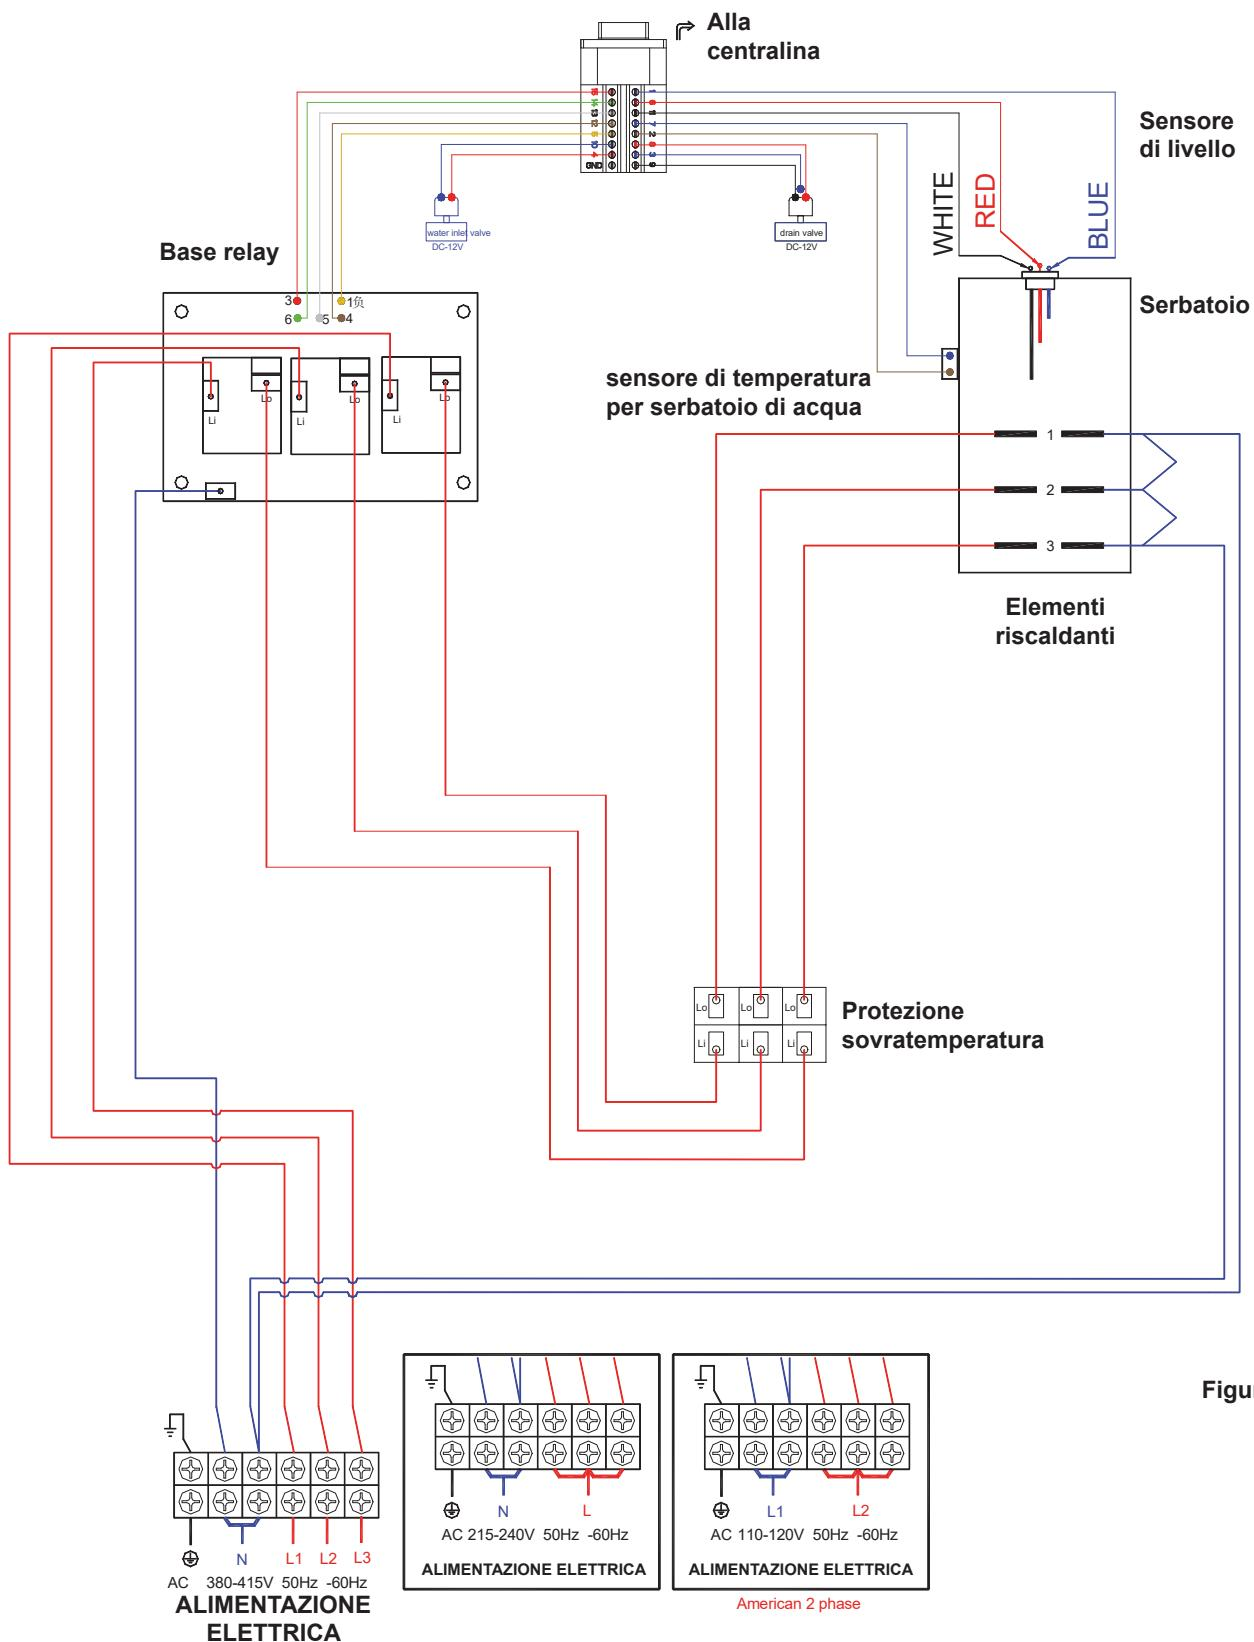

Figura 2
- Un interruttore di massima temperatura 120°C a riammo manuale è installato nel generatore di vapore come protezione contro il surriscaldamento. Se la temperatura nel serbatoio interno supera accidentalmente i 120°C, l'interruttore disconnetterà automaticamente l'alimentazione elettrica, controllare poi gli elementi riscaldanti, relè e la scheda di potenza e la fornitura dell'acqua, dopo che il generatore è completamente raffreddato. L'interruttore di sovratemperatura potrebbe essere resettato manualmente solo se il problema è stato localizzato o risolto. L'interruttore di sovratemperatura è mostrato in figura 2 - 3 - 4.